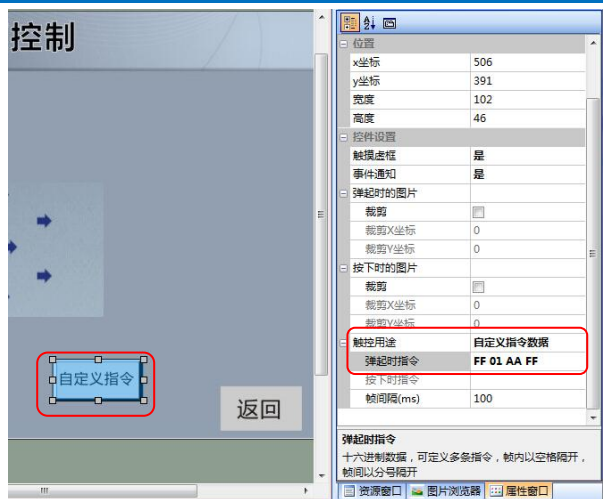

图 3.5 自定义指令数据
(5) 自定义指令输出。用户可以设置按下某个按钮后，设备上传自己定义的数据串列。例图 3.5 所示，用户可以设置按下“自定义指令”按钮后，屏幕下发指令：FF 01 AA FF。